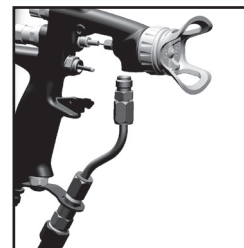

Fig. 14
11. Remettre le tuyau de produit et la gâchette. (Voir fig. 14 et 13)